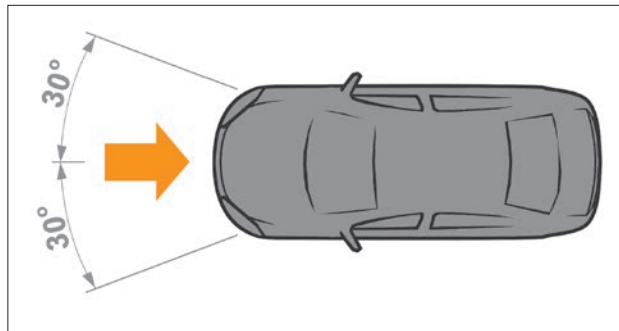

Рис. 2.5.6. Зона действия удара для возможного срабатывания фронтальных подушек безопасности
- в случае достаточного по силе удара, воздействующего на автомобиль спереди и сбоку при определенных условиях (см. рис. 2.5.6 и 2.5.7).